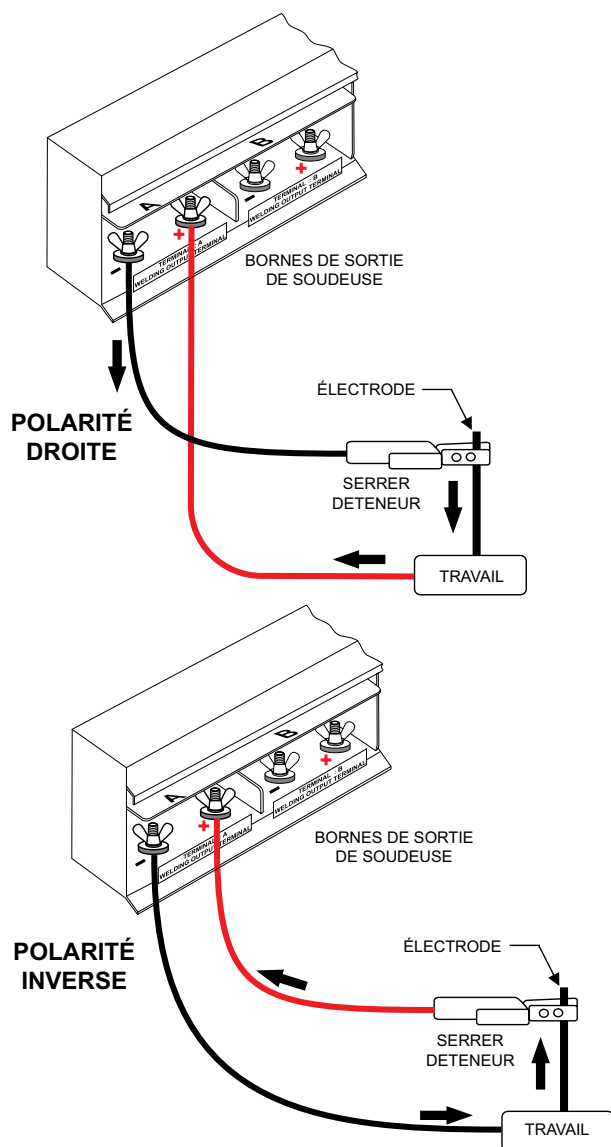
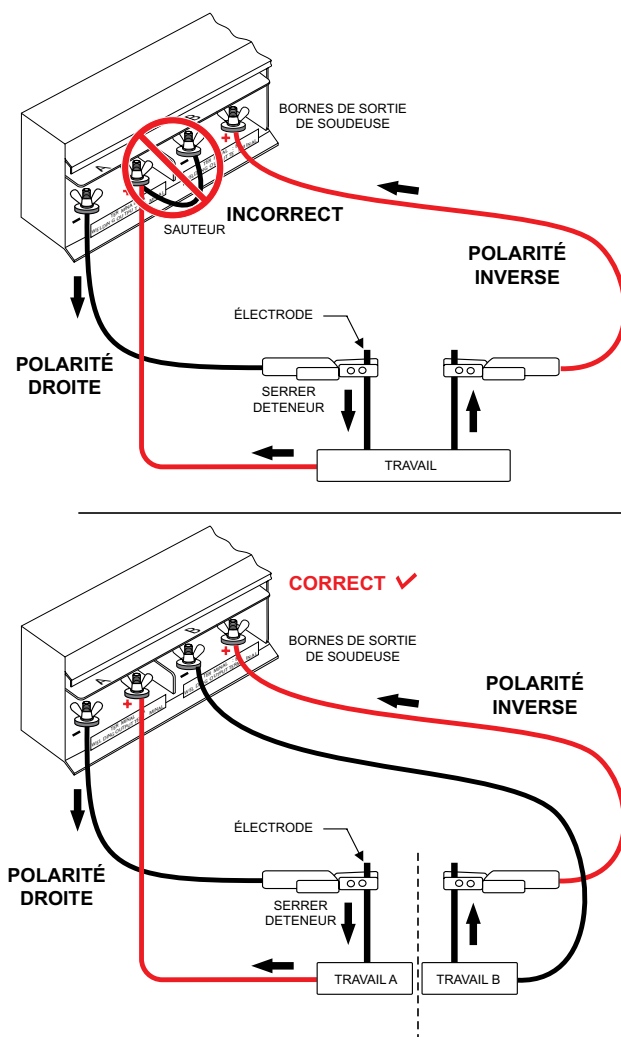

**Figure 16. Connexions du câble de soudage (type d'électrode correct)**
**Figure 17. Connexions du câble de soudage (type d'électrode incorrect)**
Lors de l'utilisation du soudeur en mode double, ne **JAMAIS** connecter les bornes positives et négatives (Figure 17) des côtés **A** et **B** ensemble.
5. Fixer le support de pince à l'électrode comme indiqué dans Figure 16 et Figure 17.